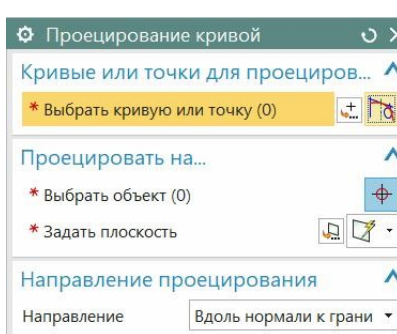

рис.88
- В ответ появляется диалоговое окно рис.88. В окне нужно указать собственно *кривую* (а можно *точку*, или *ребро*), и *поверхность*, на которую мы намерены её проецировать.